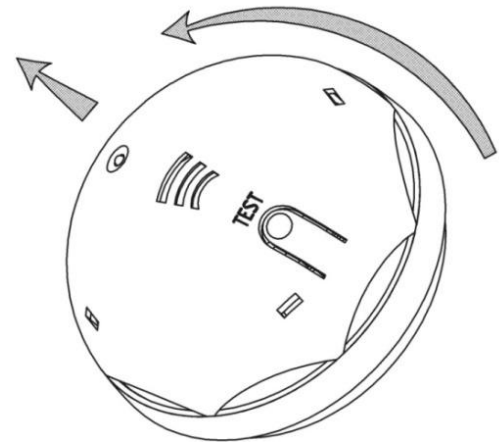

Рис.2 Від'єднання сигналізатора від основи
5.4.1 Від'єднати сигналізатор від основи, поворотом його проти годинникової стрілки (дивись Рис.2).